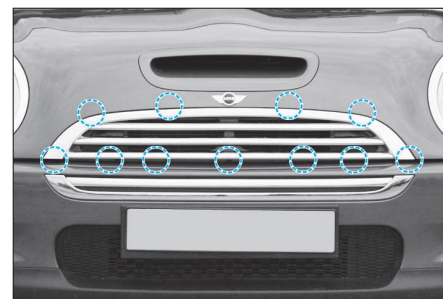

FIG. 20
- Ouvrir le capot, puis déposer les agrafes (1) (Fig.20).